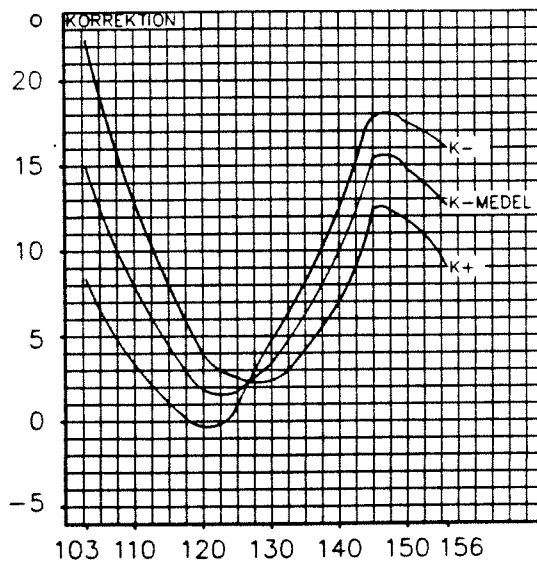

Bild 70. Utkoppling vid olika frekvensavstånd
Normalinställningen för UT-kopplingen är samma gradtal som IN-kopplingen, dock fordras en korrektion av detta värde med avseende på frekvens, frekvensavstånd, frekvensplacering inom gruppen samt antalet inom gruppen anslutna filter. Korrektionsvärdet, som adderas till IN-kopplingen, beräknas enligt bild 70. Ställ in UT-kopplingen till det erhållna värdet.
- Ställ in UT-kopplingarna enligt bild 70. Från kurvan erhålls den korrektion som adderad till respektive filters inkoppling ger aktuella utkopplingar. Följande utkopplingar erhålls.